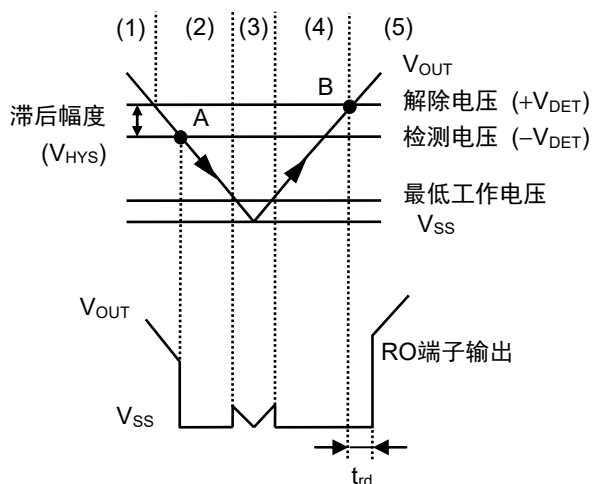

图15 检测器部分的时序图
- (1) 当稳压器的输出电压 ( $V_{OUT}$ ) 大于或等于检测器的解除电压 ( $+V_{DET}$ ) 时, N沟道晶体管 (N1, N2) 变为关, 向RO端子输出 "H"。此时, P沟道晶体管 (P1) 为开状态, 向比较器 (C1) 的输入电压为  $\frac{R_B \cdot V_{OUT}}{R_A + R_B}$ 。
- (2) 即使 $V_{OUT}$ 降低到小于或等于 $+V_{DET}$ 时, 只要高于或等于检测电压 ( $-V_{DET}$ ), 就能向RO端子输出 "H"。若 $V_{OUT}$ 降低到小于或等于 $-V_{DET}$  (图15的A点) 时, 通过C1控制的N1变为开,  $C_{DLY}$ 被放电。若DLY端子电压 ( $V_{DLY}$ ) 降低到小于或等于复位放电阈值电压 ( $V_{DRL}$ ) 时, C2的输出段的N2变为开, 向RO端子输出 "L"。此时, P1变为关, 向C1的输入电压为  $\frac{R_B \cdot V_{OUT}}{R_A + R_B + R_C}$ 。
- (3)  $V_{OUT}$ 进一步下降, 若降低到小于或等于IC的最低工作电压时, RO端子的输出为 "H"。
- (4) 若 $V_{OUT}$ 上升到大于或等于最低工作电压时, 向RO端子输出 "L"。此外, 在 $V_{OUT}$ 大于 $-V_{DET}$ 且小于 $+V_{DET}$ 的情况下, 输出为 "L"。
- (5) 再继续使 $V_{OUT}$ 上升, 若上升到大于或等于 $+V_{DET}$  (图15的B点) 时, N1变为关,  $C_{DLY}$ 被充电。若 $V_{DLY}$ 上升到大于或等于充电阈值电压 ( $V_{DU}$ ) 时, N2变为关, 向RO端子输出 "H"。